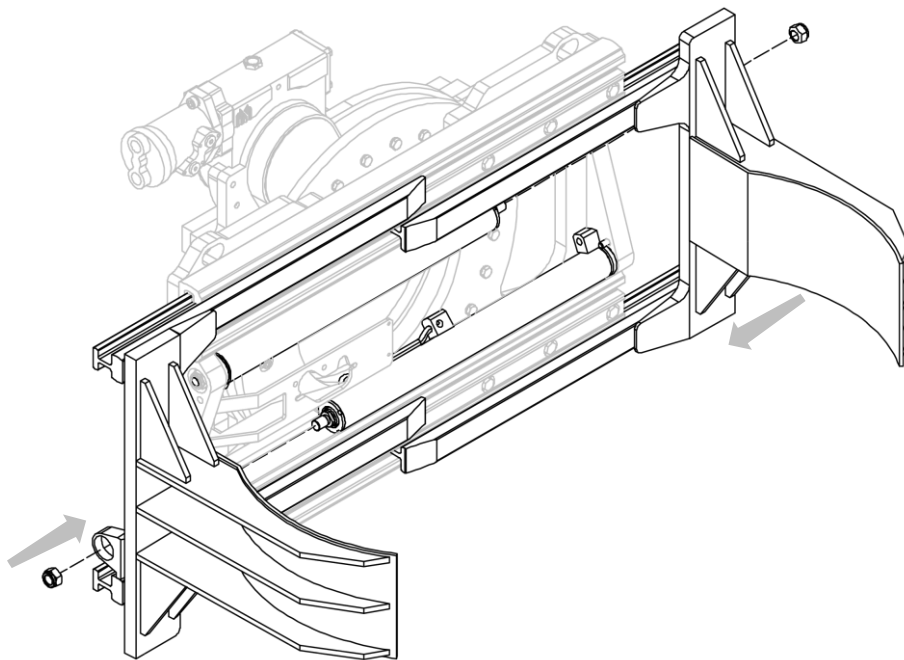
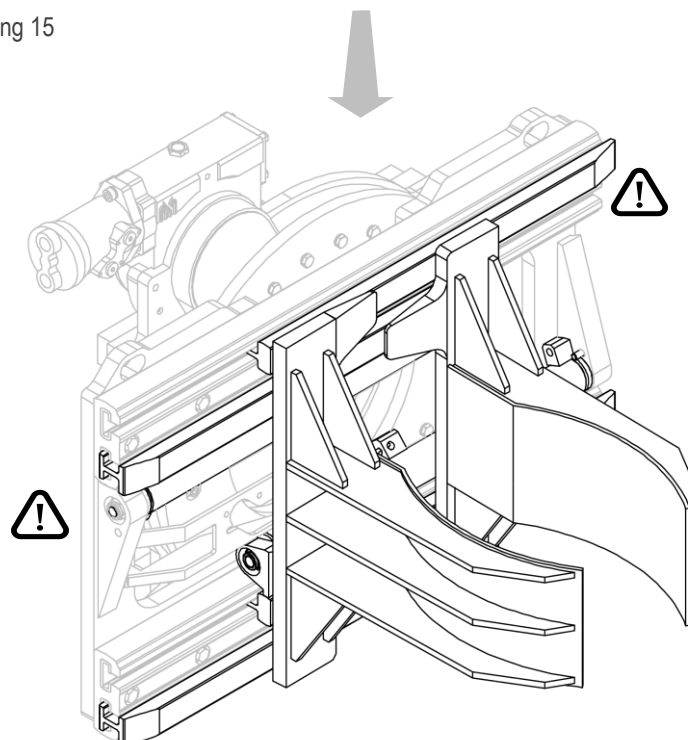

Abbildung 15
Abbildung 16
2. Schieben Sie die Gabelzinken mit den Spannbacken in ihre Aufnahmen und verschrauben Sie sie mit den Muttern an die Zylinder (siehe *Abbildung 15* und *Abbildung 16*).